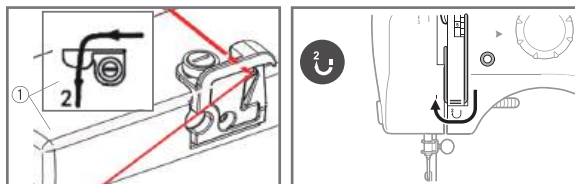

Рис.4
6.3.4 Проденьте нить через натяжное устройство, затем обогните U-образный направляющий и протяните её вверх (Рис.4).